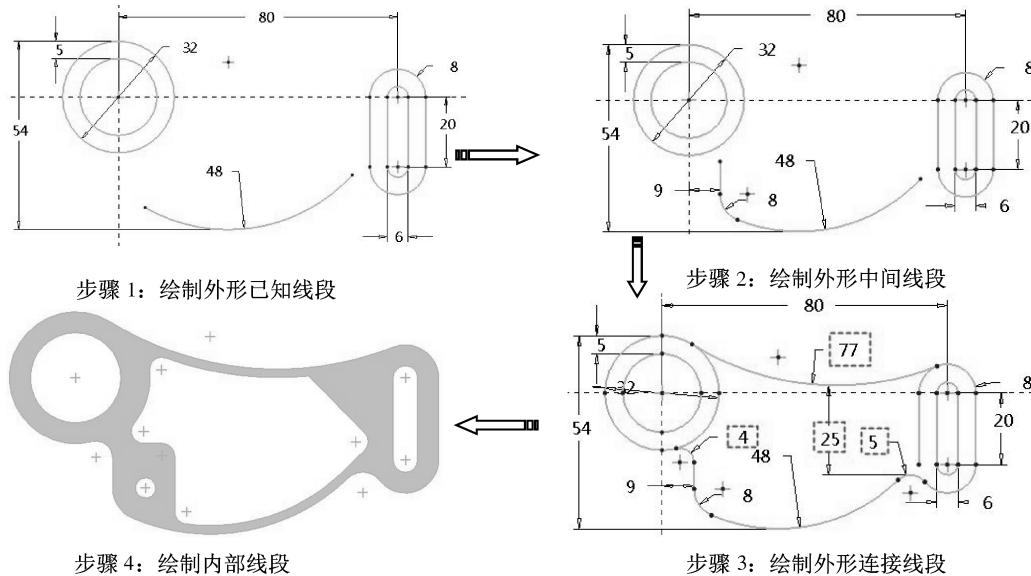

图 2-112 作图顺序图解
(4) 可以轻松确定绘制的参考基准中心为 $\varnothing 32$ 圆的圆心，从标注的定位尺寸可以看出。作图顺序的图解如图 2-112 所示。